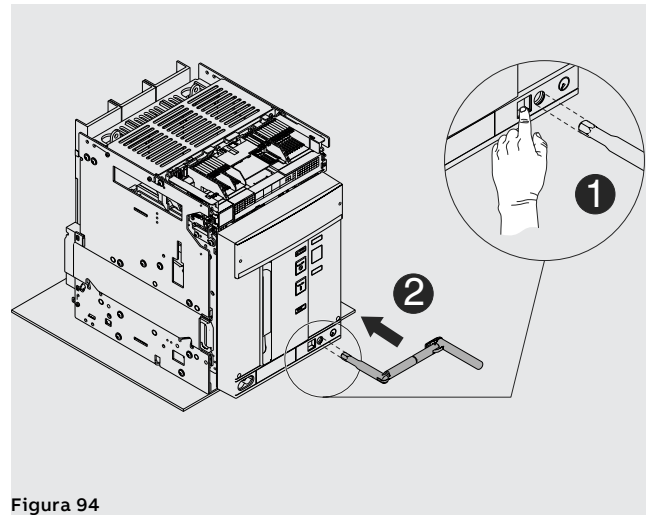

Figura 94
9. Apretar el pulsador de bloqueo e introducir la manivela en la parte móvil. En esta fase la parte móvil está aún en posición **DISCONNECT**. Véase Figura 94.